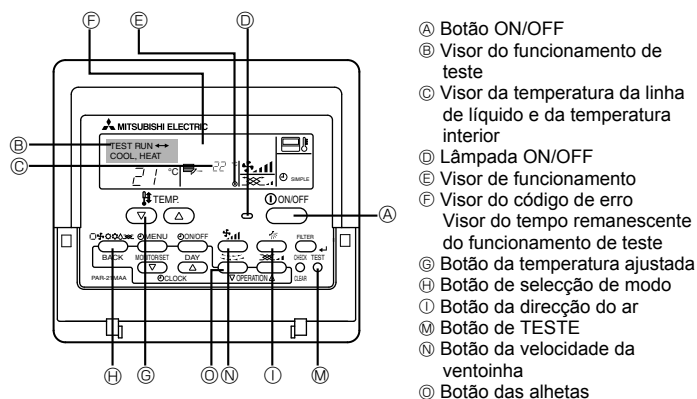

Fig. 7-1
7.2.1. Utilizar o controlo remoto com fio (Fig. 7-1)
- ① Ligue a alimentação pelo menos 12 horas antes do ensaio.
- ② Prima o botão [TEST] duas vezes. ➡ Visor de cristal líquido "TEST RUN" (Teste)
- ③ Prima o botão [Mode selection] e mude para o modo de arrefecimento (ou aquecimento). ➡ Certifique-se de que é soprado vento frio (ou quente).
- ④ Prima o botão [Fan speed] (Velocidade do Vento). ➡ Certifique-se de que a velocidade do vento é mudada.
- ⑤ Prima o [botão da direcção do ar] ou [botão das alhetas]. ➡ Verifique o funcionamento das palhetas ou alhetas.
- ⑥ Verifique o funcionamento da ventoinha da unidade exterior.
- ⑦ Saia do ensaio ao premir o botão [ON/OFF]. ➡ Stop
- ⑧ Registo de um número de telefone.